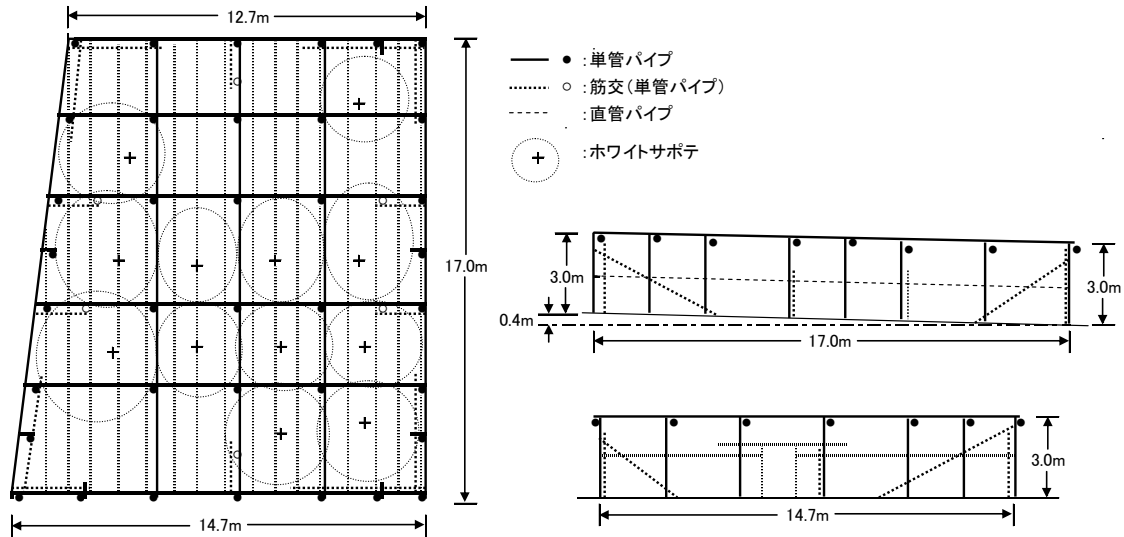

図1. ネットハウス見取り図
1. 2010年6月に、前年オオコウモリの被害が大きかった当センターのホワイトサポテ圃場にネットハウスを設置した。圃場はホワイトサポテ12株が既に植栽されており、北へ24/1000の下り勾配がある。ネットハウスは233 m2の台形で、高さ3 mである（図1）。